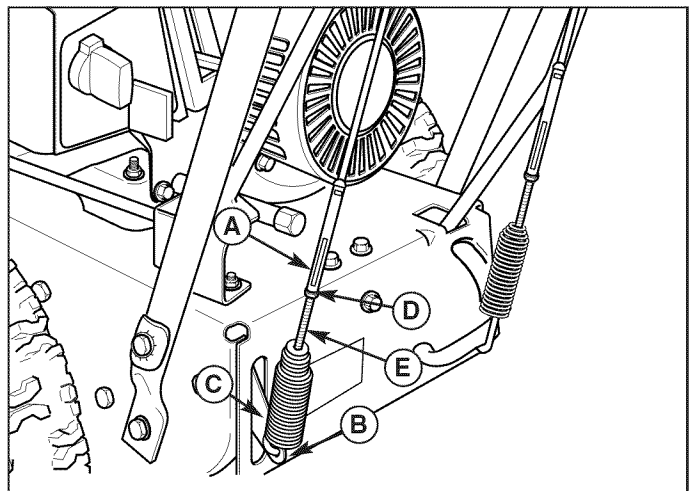

Figure 21. Réglage de la commande de traction (modèles à guidon tubulaire)
2. Pour régler la tension du câble, desserrer l'écrou de réglage (D, Figure 21) en tenant les méplats de réglage (A). Tourner la vis de réglage. La vis de réglage est une vis Phillips dont la tête peut être immobilisée ou tournée en introduisant un tournevis à travers le ressort du câble d'embrayage de traction.